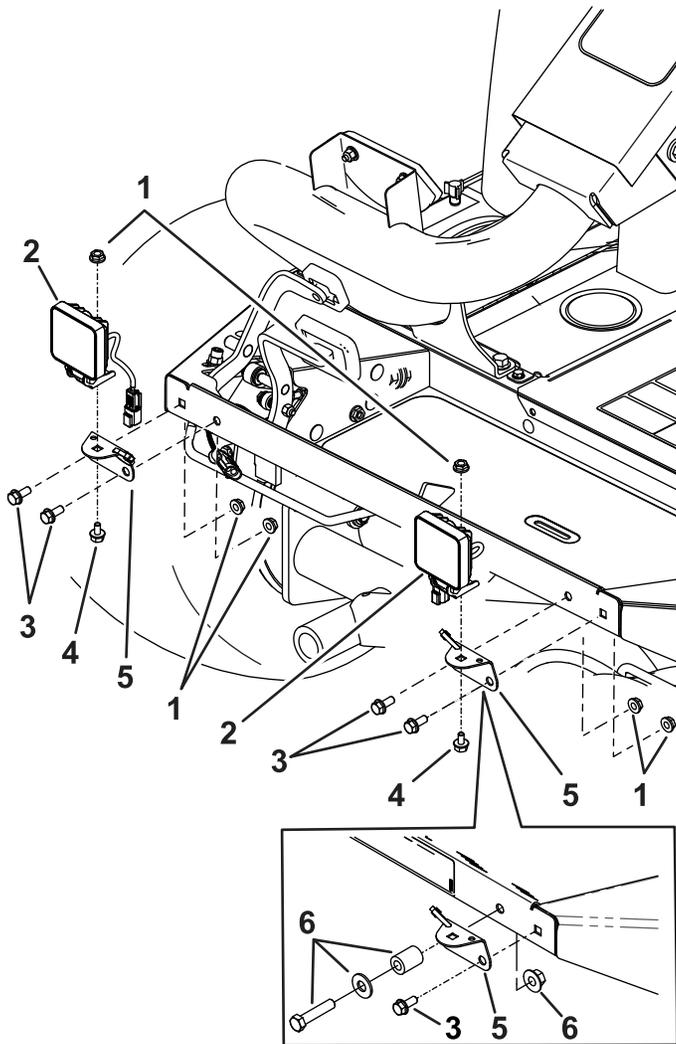

Bild 4
1. Befestigen Sie bei einer Reelmaster 3100 Zugmaschine die Scheinwerferhalterungen an der Vorderseite der Fußstütze mit vier Sechskantbundschrabe (5/16" x 3/4") und vier Sicherungsmuttern (5/16"); siehe Bild 4.
2. Befestigen Sie bei einer Groundsmaster 3500 Maschine die Scheinwerferhalterungen an der Vorderseite der Fußstütze mit vier Sechskantbundschrabe (5/16" x 3/4"), zwei Sicherungsmuttern (5/16") und den vorhandenen Teilen und dem Distanzstück; siehe Bild 4.
3. Befestigen Sie die beiden Scheinwerfer mit zwei Schrauben (5/16" x 1/2") und zwei Sicherungsmuttern (5/16") an den Halterungen; siehe Bild 4.